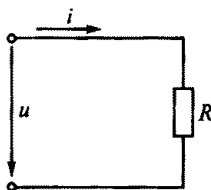

Рис. 65
3.2. Напряжение на зажимах цепи с активным сопротивлением R (рис. 65) изменяется по закону $u = 220 \sin(314t + \pi/4)$. Каков закон изменения тока в цепи, если $R = 50$ Ом?